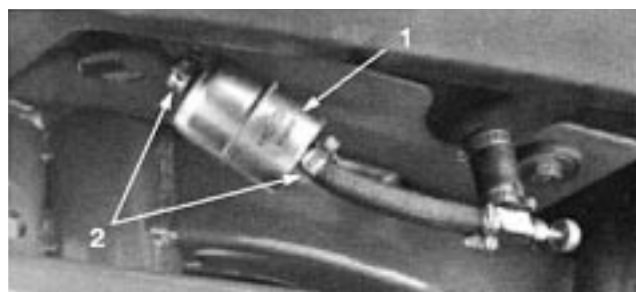

図 39
燃料フィルタはインライン・タイプで、燃料タンクとキャブレターの間に設置してあります（図39）。800時間ごと、又は燃料の流れが悪くなれば交換してください。フィルタに付いている矢印をエンジンの方に向けて装着してください。
1. 燃料バルブを閉じ、キャブレター側にあるホースクランプ（図39）をゆるめてホースを抜く。
2. フィルタの下に容器を置き、もう一方のクランプも外してフィルタを取り出す（図39）。